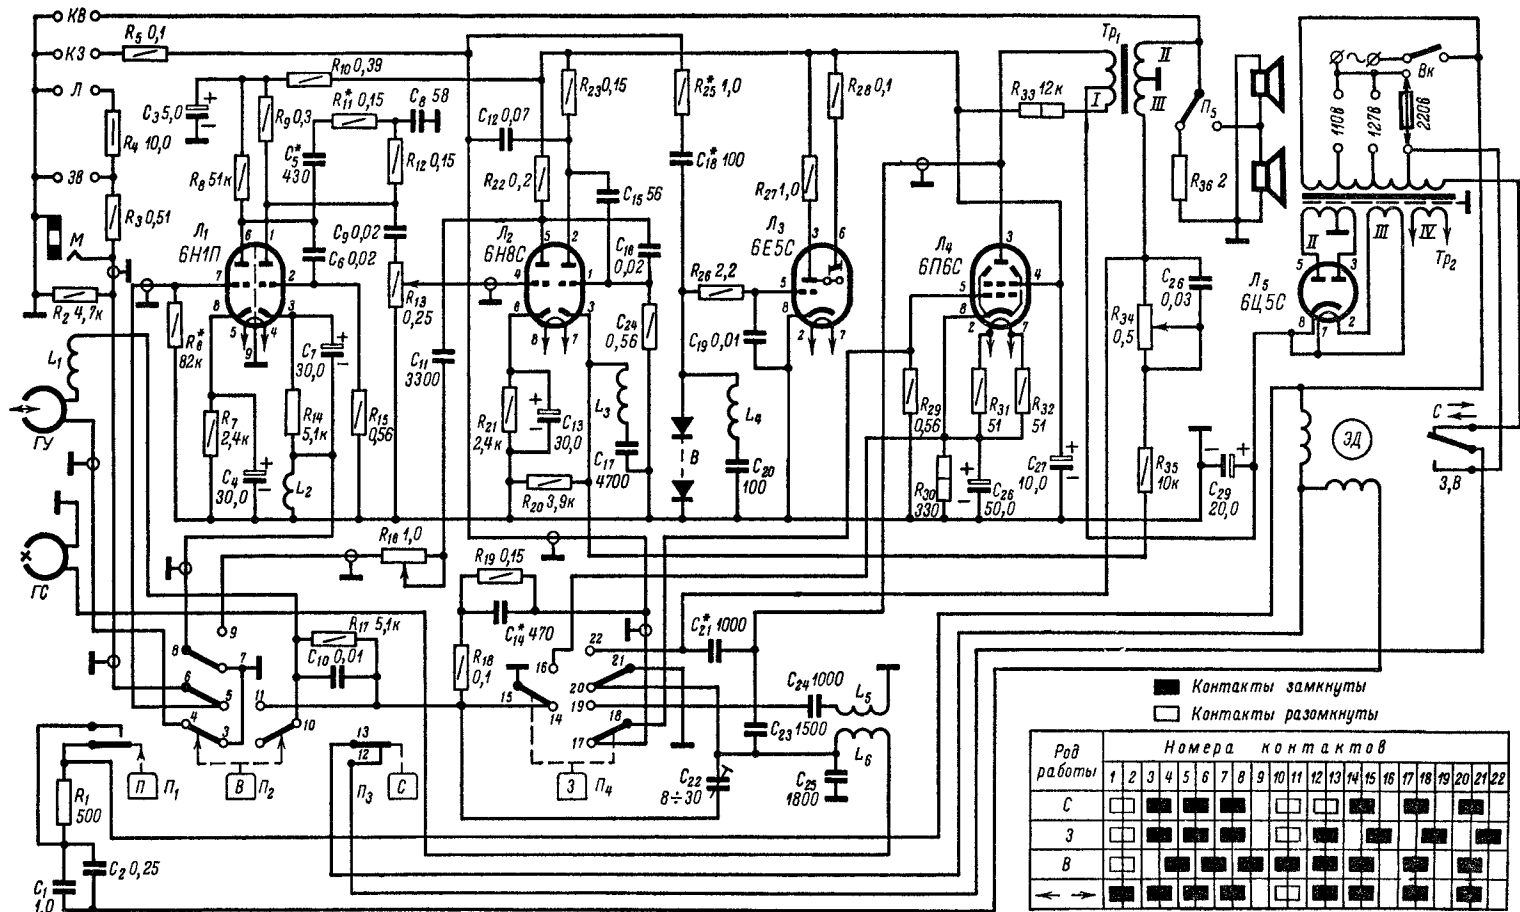

Рис. 21. Принципиальная электрическая схема магнитофона «Днепр-10».
**Усилитель, генератор и выпрямитель.** В магнитофоне применен универсальный усилитель. Принципиальная электрическая схема магнитофона приведена на рис. 21.